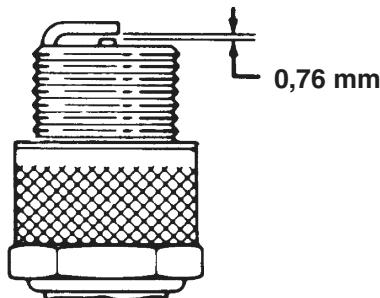

Bild 29
- Stellen Sie den Abstand zwischen der Zentral- und der Masseelektrode auf 0,76 mm ein (Bild 29). Schrauben Sie eine Zündkerze mit korrektem Elektrodenabstand in den Zylinderkopf ein und ziehen sie auf 20 Nm fest.